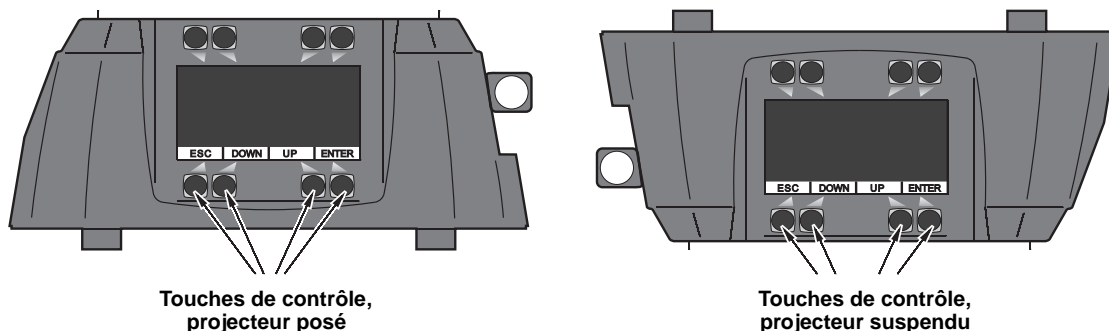

Figure 3: Touches de contrôle
- Voir Figure 3. Il y a deux jeux de touches. Si le projecteur est en suspension, appuyez sur les touches placées sous l’afficheur. L’afficheur s’inverse automatiquement pour assurer la lecture des informations et des menus.